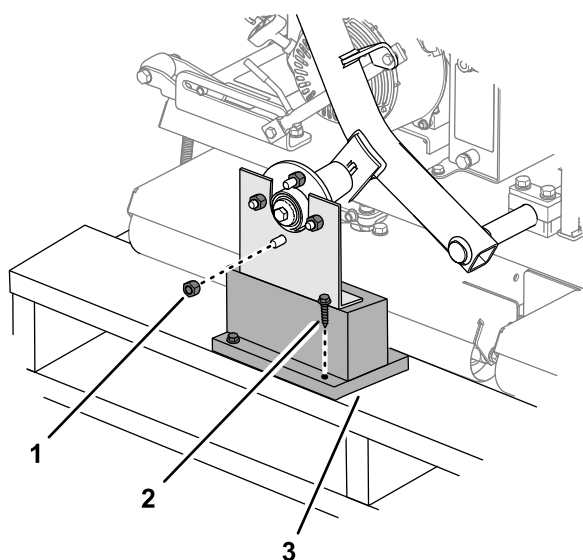

Figura 3
1. Retire as porcas de roda que fixam os cubos das rodas ao suporte de expedição (Figura 3).
2. Retire a outra porca da roda enroscada no parafuso do cubo da roda (Figura 3).
3. Retire os parafusos retardadores que prendem os suportes de expedição à paleta e retire o suporte (Figura 3).